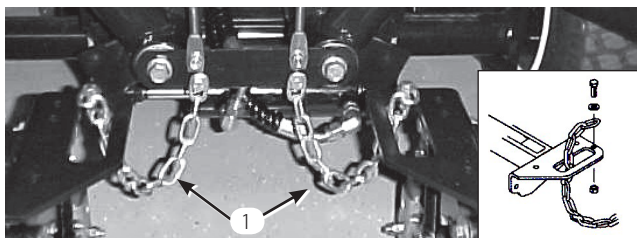

図 17
4. 各キャリア・フレームのスロットにチッパー・チェーンを下から上に通す。チッパー・チェーンをキャリア・フレームの上部に取り付ける (キャップスクリュ、ワッシャ、ロックナットを使用) (図17)。